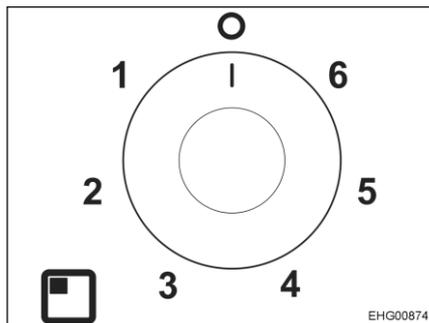

Fig. 128 Bouton tournant pour plaque de cuisson électrique
- Placer le bouton tournant (Fig. 128) sur le degré de température désiré.